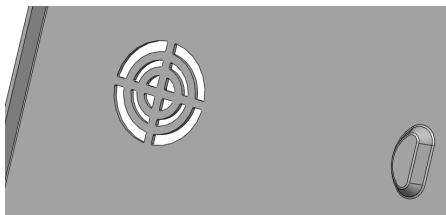

图 13-93 创建通风口特征
(3) 激活【翼梁】选项区，依次选择直径为 49 和直径为 29 的圆对象，设置【输入翼梁的宽度】为 5.5，激活【填充边界】选项区，选择直径为 9 的圆对象，单击【确定】按钮，创建通风口特征，如图 13-93 所示。